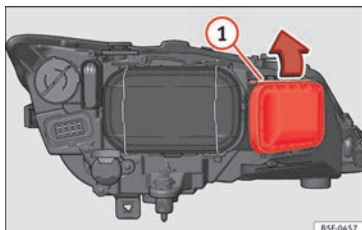

Fig. 107 Ampoule des feux de route.
- Déplacez le tirant » fig. 107 ① dans le sens de la flèche puis retirez le cache.